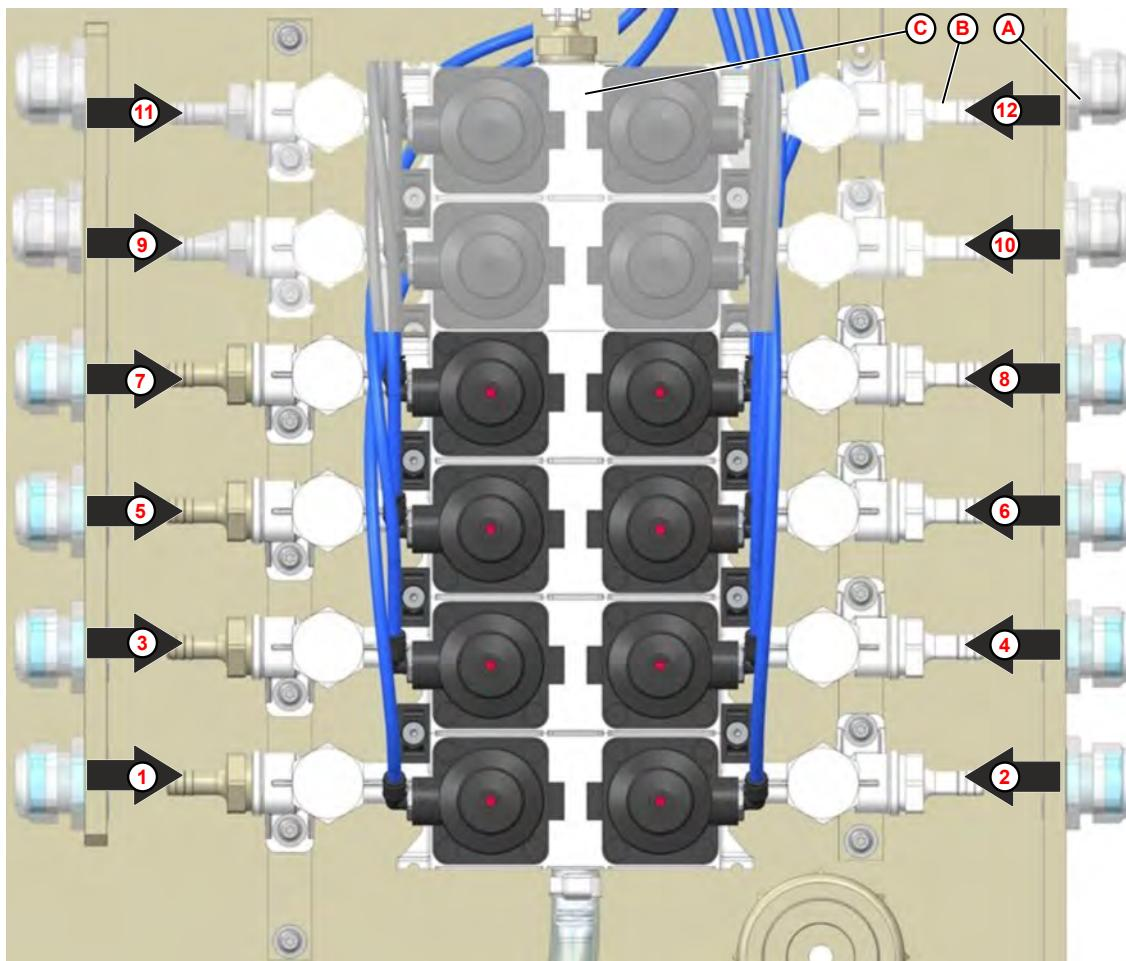

Abb. 6: Produktzuordnung
1. Die Schläuche der jeweiligen Produktauglanzen durch die Zugentlastungsverschraubungen (Abb. 6 , Pos. A) führen.
2. Die Schläuche an die entsprechenden Schlauchnippel (Abb. 6 , Pos. B) des Ventilblockes (Abb. 6 , Pos. C) mit den beiliegenden Schlauchschenlen anschließen.